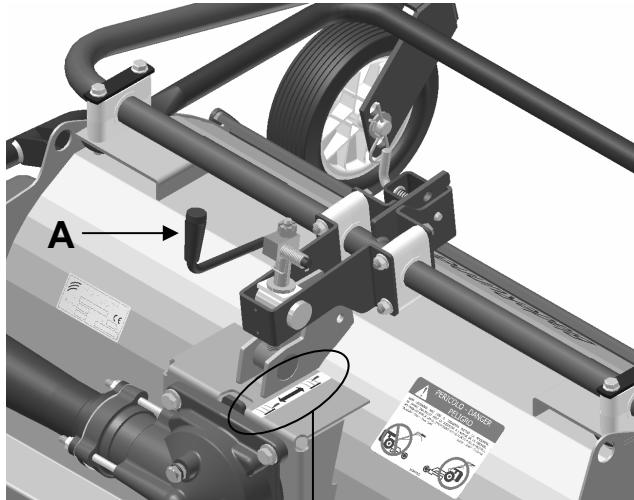

fig.7/4
7.1 Vorderräder - Das Gerät wurde entwickelt, um sowohl mit als auch ohne Einsatz der einfahrbaren Vorderräder (Abb.7/1, 7/2) verwendet zu werden; diese werden in der gewählten Position anhand der Bolzen **A** bzw. **B** blockiert. Bei Verwendung der Räder können diese anhand der Bohrungen **A** (Abb.7/3) auf verschiedene Höhen positioniert werden, wodurch die Position des Mulchers dem Durchmesser der an der Maschine angebrachten Räder angepasst wird.